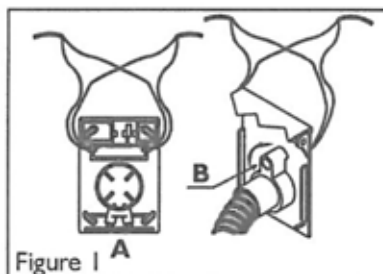

Figure 1
3.1 Démarrage par L'INTERRUPTEUR À LAMES [figure 1]
■ Les fils basse tension sont installés selon figure 1 (A).
■ La centrale démarre lorsque la douille magnétique orange du tuyau d'aspiration se trouve comme indiquée à figure 1 (B) du côté de la charnière. La centrale s'arrête lorsque la douille magnétique est tournée de côté.